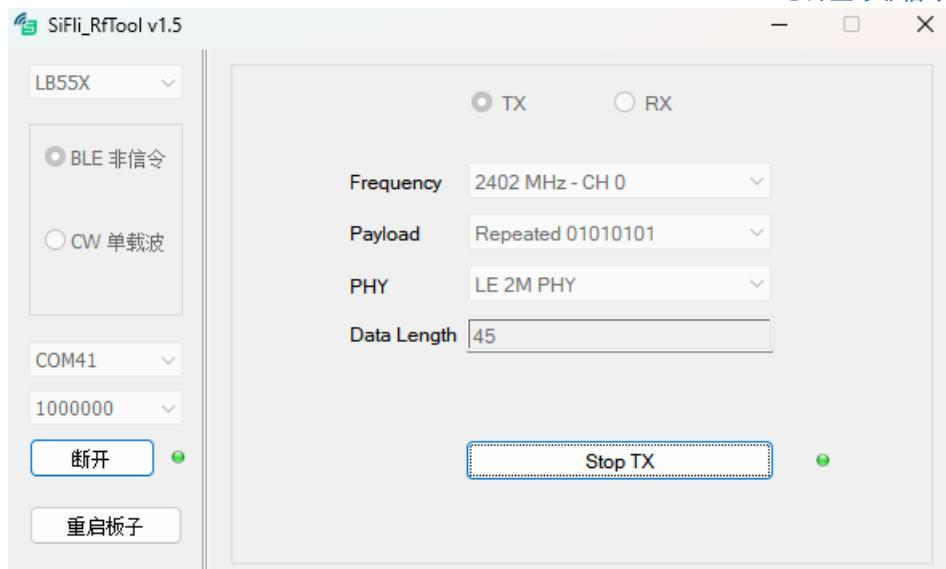

图 2-3
- 点击 Start TX, Start TX变成 Stop TX, 且右边的指示灯变成绿色，则表示发射成功。如图 2-3所示，发送成功后可在综测仪上看到对应参数